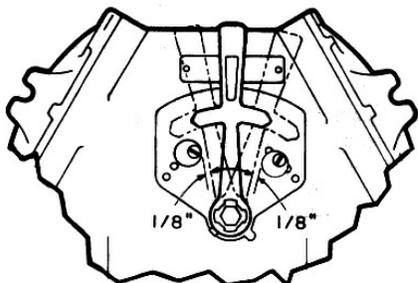

Figure 3
B. Desserrer les quatre (4) vis #10-32 x 3/8 po qui retiennent la plaque de montage du disjoncteur au boîtier. Faire glisser la plaque sur le côté (pour l'éloigner du bras de commande), puis dégager la plaque de montage et le disjoncteur en les soulevant
D. Réinstaller la plaque de montage et le disjoncteur dans le boîtier en plaçant les bornes de charge du disjoncteur au fond. Serrer les quatre (4) vis de la plaque de montage de sorte qu'il y ait une bonne liaison de terre entre la plaque de montage et le boîtier.
F. Vérifier la trajectoire du levier de commande en réajustant les butées de course excédentaire situées sur la face extérieure du boîtier, de sorte qu'il y ait un espace libre maximum de 1/8 po entre les butées et le levier de commande après le mouvement dans chaque sens (voir Figure 3).